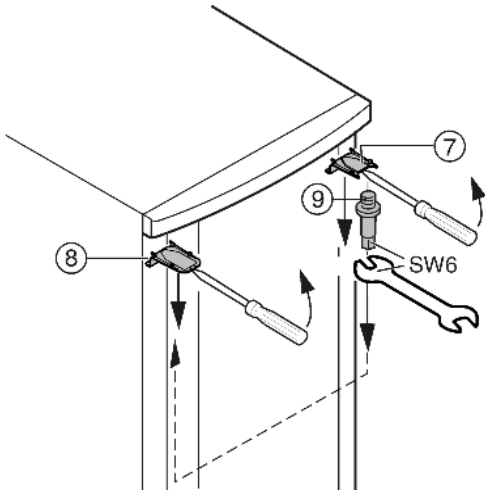

Fig. 7
- ▶ Faire déclipeter le cache Fig. 7 (7) en haut et le cache Fig. 7 (8) avec un tournevis devant et l'enlever diagonalement vers le bas.
- ▶ Dévisser le pivot d'appui Fig. 7 (9) et le visser du côté opposé (avec 4 Nm).
- ▶ Remonter le cache Fig. 7 (7) du côté du pivot d'appui : l'insérer par l'arrière et l'encliqueter sur l'avant.
- ▶ Monter le cache Fig. 7 (8) sur le côté opposé: l'insérer par l'arrière et l'encliqueter sur l'avant.
- ▶ Accrocher la porte dans le pivot d'appui Fig. 7 (9) supérieur.